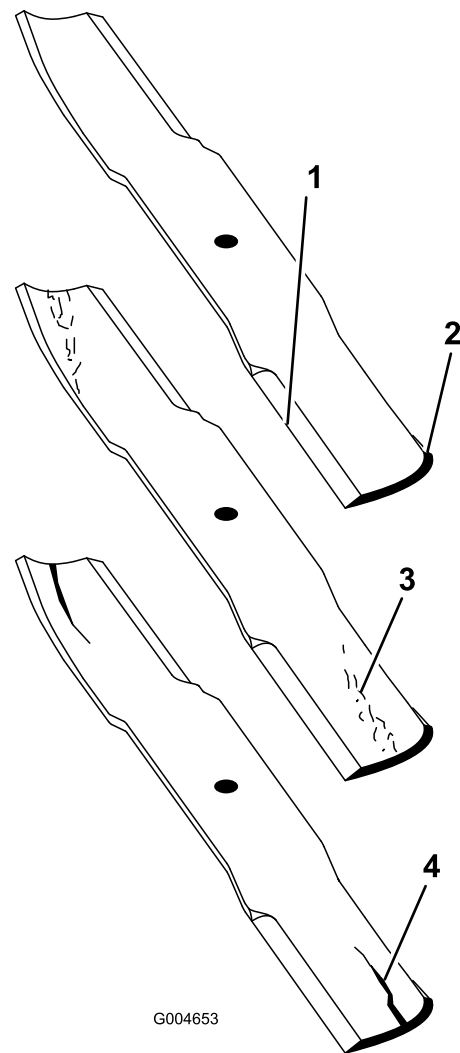

Bild 69
1. Untersuchen Sie die Schnittkanten (Bild 69).
2. Prüfen Sie die Schnittmesser, insbesondere den gebogenen Bereich (Bild 69).
Hinweis: Wenn Sie Schäden, Verschleiß oder Rillenbildung in diesem Bereich feststellen (Bild 69), sollten Sie sofort ein neues Schnittmesser einbauen.